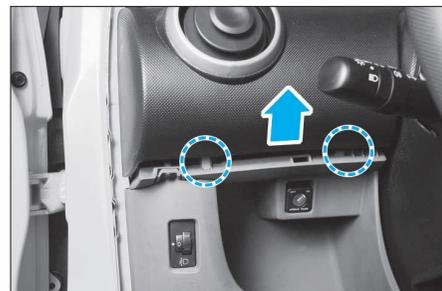

FIG. 53
• Décliper vers le haut et aux endroits indiqués (Fig.53, 54 et 55), la partie supérieure de la planche.